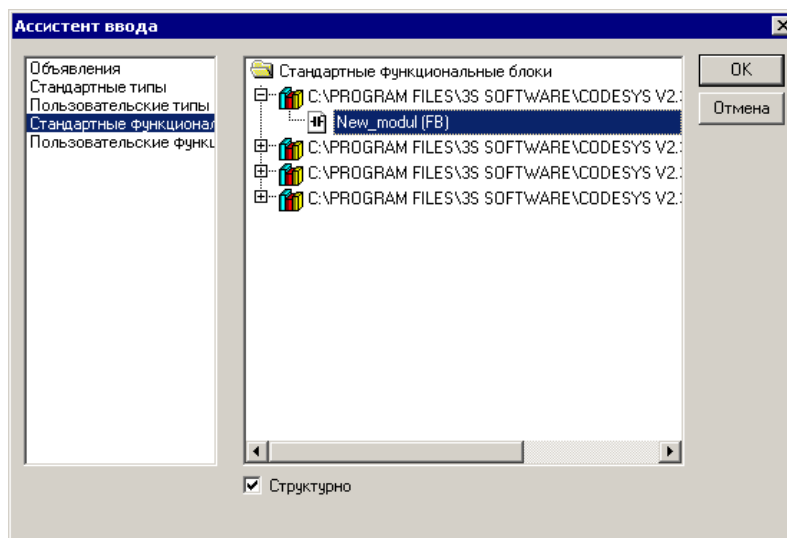

Рисунок 4.11 – Окно «Ассистент ввода»
- После этого новый функциональный блок отобразится в перечне доступных стандартных функциональных блоков окна «Ассистент ввода» и может быть добавлен в текущий проект аналогично тому, как это выполняется для функциональных блоков из состава поставляемых библиотек (см. раздел 4.2.4), см. рисунок 4.11.